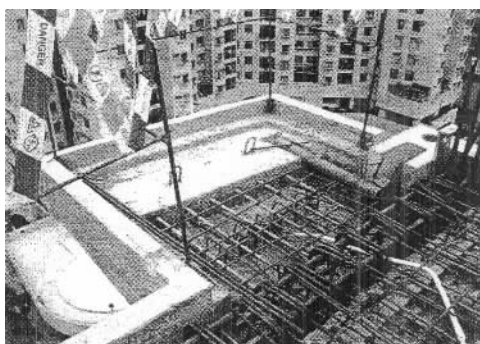

图5 预制阳台
(3) 预制阳台 (Precast Balcony) 优点是施工时预留钢筋同楼板钢筋按规范搭接同楼层板一次浇筑成型(图5), 避免了阳台开裂和倒塌的危险(也有包括阳台板亦预制的构件, 本工程未采用)。